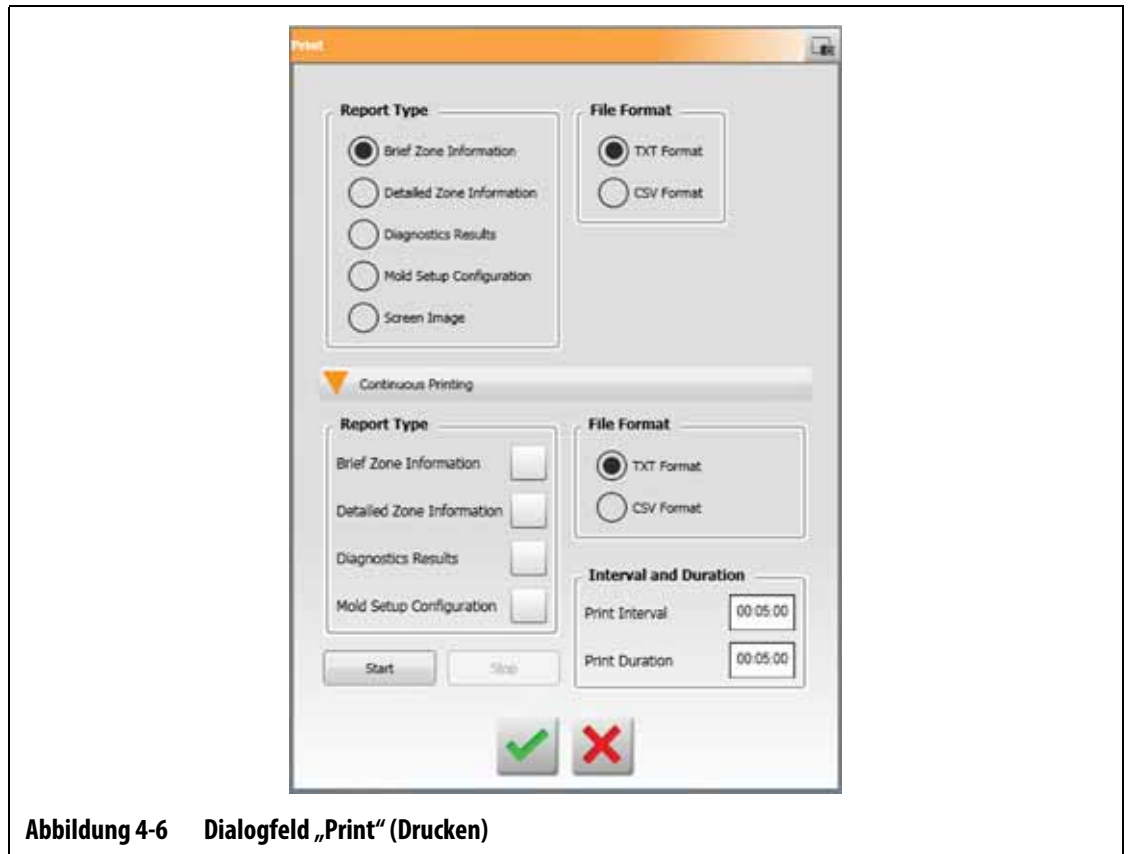

Abbildung 4-6 Dialogfeld „Print“ (Drucken)
2. Berühren Sie die Schaltfläche **Continuous Printing** (Kontinuierlicher Druck) im Dialogfenster Print (Drucken). Siehe Abbildung 4-6.